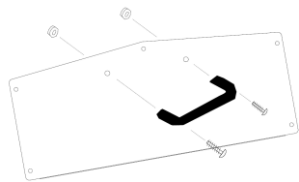

Fig.7
- Monteer de kunststof handgreep in het superieure paneel met de 2 schroeven en moeren die al in de handgreep zijn gemonteerd (Fig 7).
Zodra alle bovenstaande stappen met succes zijn uitgevoerd, plaatst u het achterpaneel van de superieure echte terug (met de reeds gemonteerde handgreep -Fig.7) en zet u ze vast met de 5 schroeven.